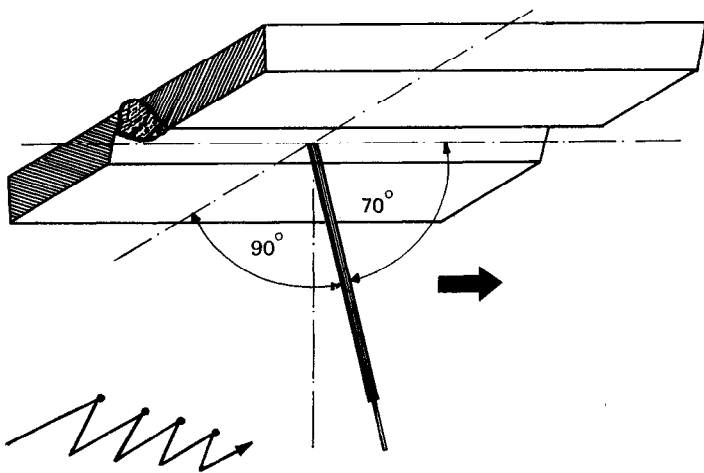

Figura 2.129
- a) Inclíne el electrodo (Figura 2.129).
Figura 2.129 a